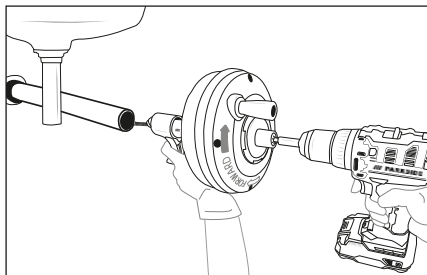

Fig. 3
- 8) Compruebe que pueda sostenerse el aparato a una distancia máxima de 10 cm con respecto al orificio de desagüe. Si la distancia es mayor, se aumenta el riesgo de que la espiral ⑧ se retuerza o se doble. En caso de que la distancia sea mayor, el orificio de desagüe debe prolongarse con tuberías y conexiones del mismo tamaño para que el aparato pueda colocarse a una distancia máxima de 10 cm con respecto al orificio de desagüe (consulte la fig. 3). Si la espiral ⑧ no está lo suficientemente sujeta, puede doblarse, retorcerse y dañarse o causar lesiones al usuario.
- 7) Gire el tambor **2** en sentido horario (puede verse en la flecha de la parte posterior del tambor **2**, consulte la fig. 3) y presione el gatillo **6**. Al presionar el gatillo **6**, se introduce la espiral **8** en el desagüe. También puede hacer avanzar y retroceder la espiral **8** rápidamente si la extrae del tambor **2** o la introduce en él de forma manual.